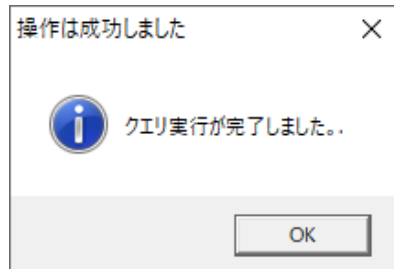

図18: [操作は成功しました] メッセージ
- 処理が正しく行われると、[操作は成功しました] にメッセージが表示されます（図18）。